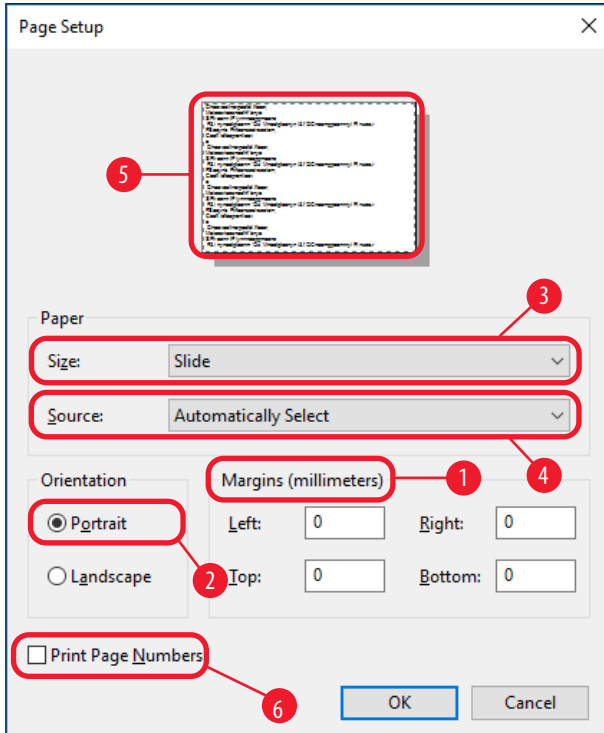

图 42
3. 首先必须选择页面设置：单击 **File (文件) > Page Setup (页面设置)** 打开 **Page Setup (页面设置)** 对话框 (→"图 42")。